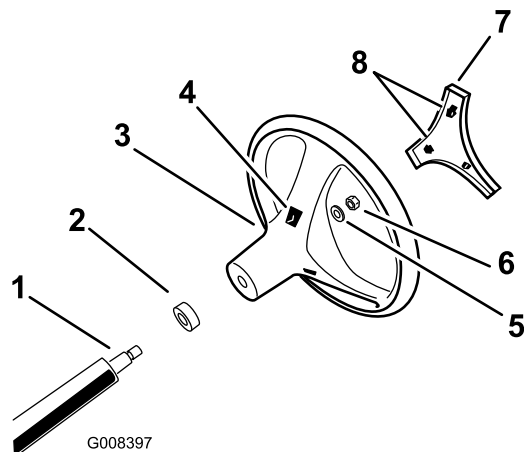

図 3
4. 図3に示すようにロックナットでハンドルを固定し、2429 N.m/253.0 kg/m = 1822 ft-lb にトルク締めする。
5. ハンドルのセンターカバーをハンドルのスロットに合わせて押し込み、センターカバーをハンドルハブに固定する 図3。